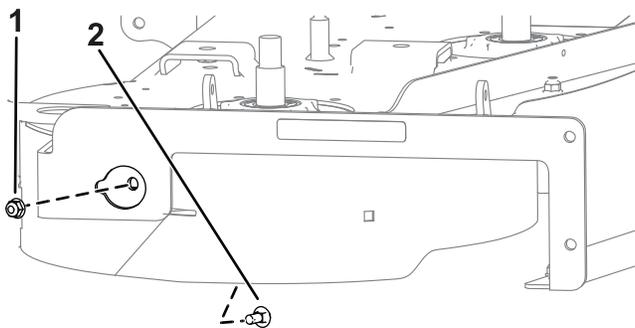

Рисунок 3
2. Установите правую сторону правого дефлектора с помощью 1 каретного болта (5/16 x 3/4 дюйма) и 1 гайки (5/16 дюйма), как показано на Рисунок 3.